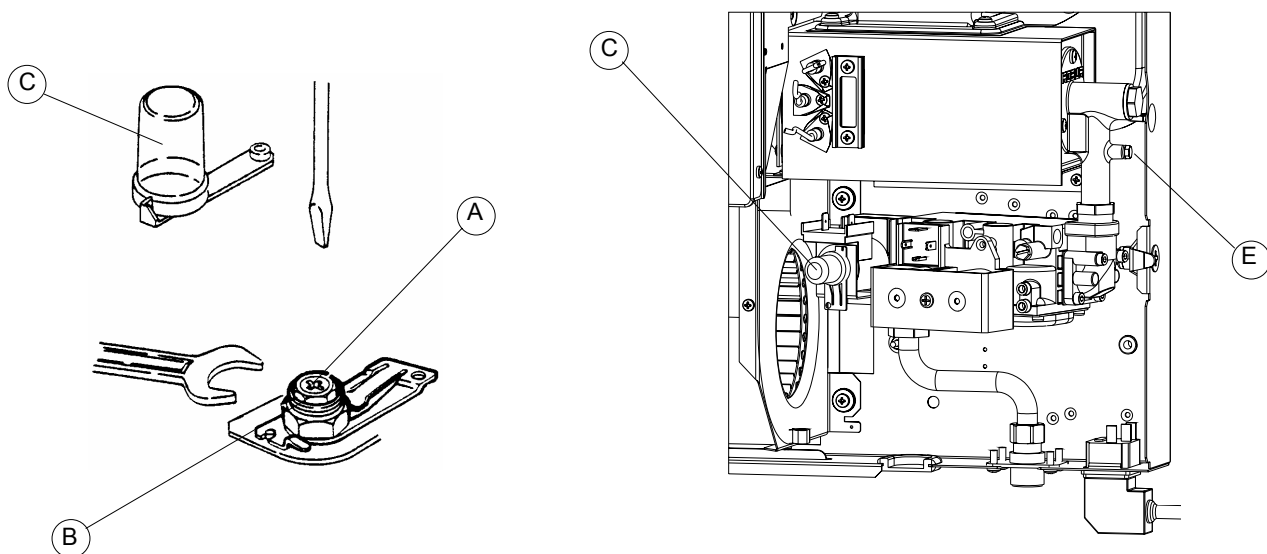

Figura 22 – Gruppo valvola per i modelli 52
3. Togliere il coperchio in plastica C della valvola gas (vedi Figura 22).
4. Collegare un manometro nel punto E di Figura 22.
6. Regolare la pressione al bruciatore per mezzo del dado B (vedi Figura 22) al valore richiesto (vedi Tabella 2 a pagina 11), in senso orario per incrementarla e in senso antiorario per diminuirla (per l'operazione utilizzare una chiave n.10).
6. Escludere il regolatore di pressione serrando completamente il dado B (vedi Figura 22). In questo modo la pressione al bruciatore è direttamente in relazione alla pressione in rete; assicurarsi quindi di avere una pressione in rete di 30 mbar (per gas G30) o a 37 mbar (per gas G31). La riduzione della pressione in rete è possibile con opportuni riduttori di pressione di primo salto, in prossimità del serbatoio di gas liquido, per ridurre la pressione a 1,5 bar ed un riduttore di secondo salto da 1,5 a 0,03 o 0,037 bar in prossimità dell'apparecchio (i riduttori vanno sempre installati all'esterno dell'edificio).